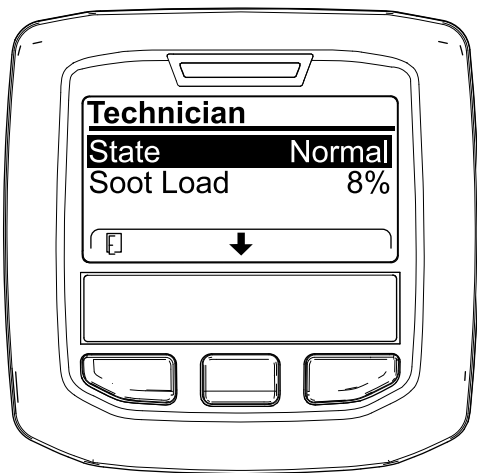

Figura 31
- Servitevi della tabella dell'operatività FAP per comprendere lo stato corrente dell'operatività del FAP (DPF) (Figura 31).